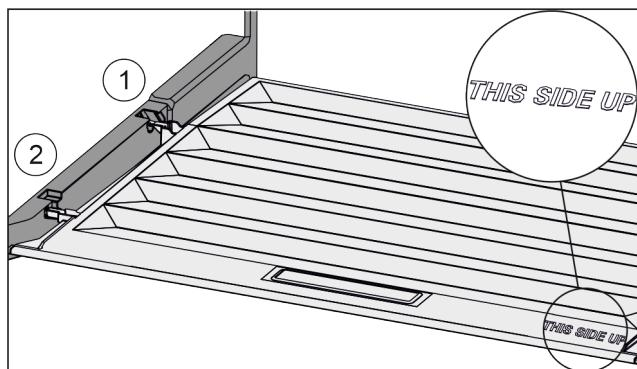

Fig. 36
- Вставити поперечні ребра через отвір заднього тримача Fig. 36 (1) і зафіксувати спереду у тримачі Fig. 36 (2).